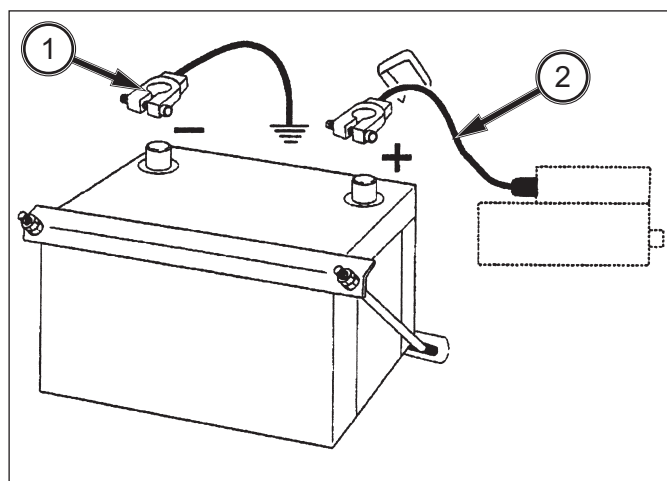

ABB. 146
ABB. 146: Falls ein Batterieaustausch erforderlich wird, zuerst das Massekabel (-) (1) und dann das Pluskabel (+) (2) abklemmen. Den Haltebügel der Batterie lösen und die Batterie vorsichtig herausnehmen.